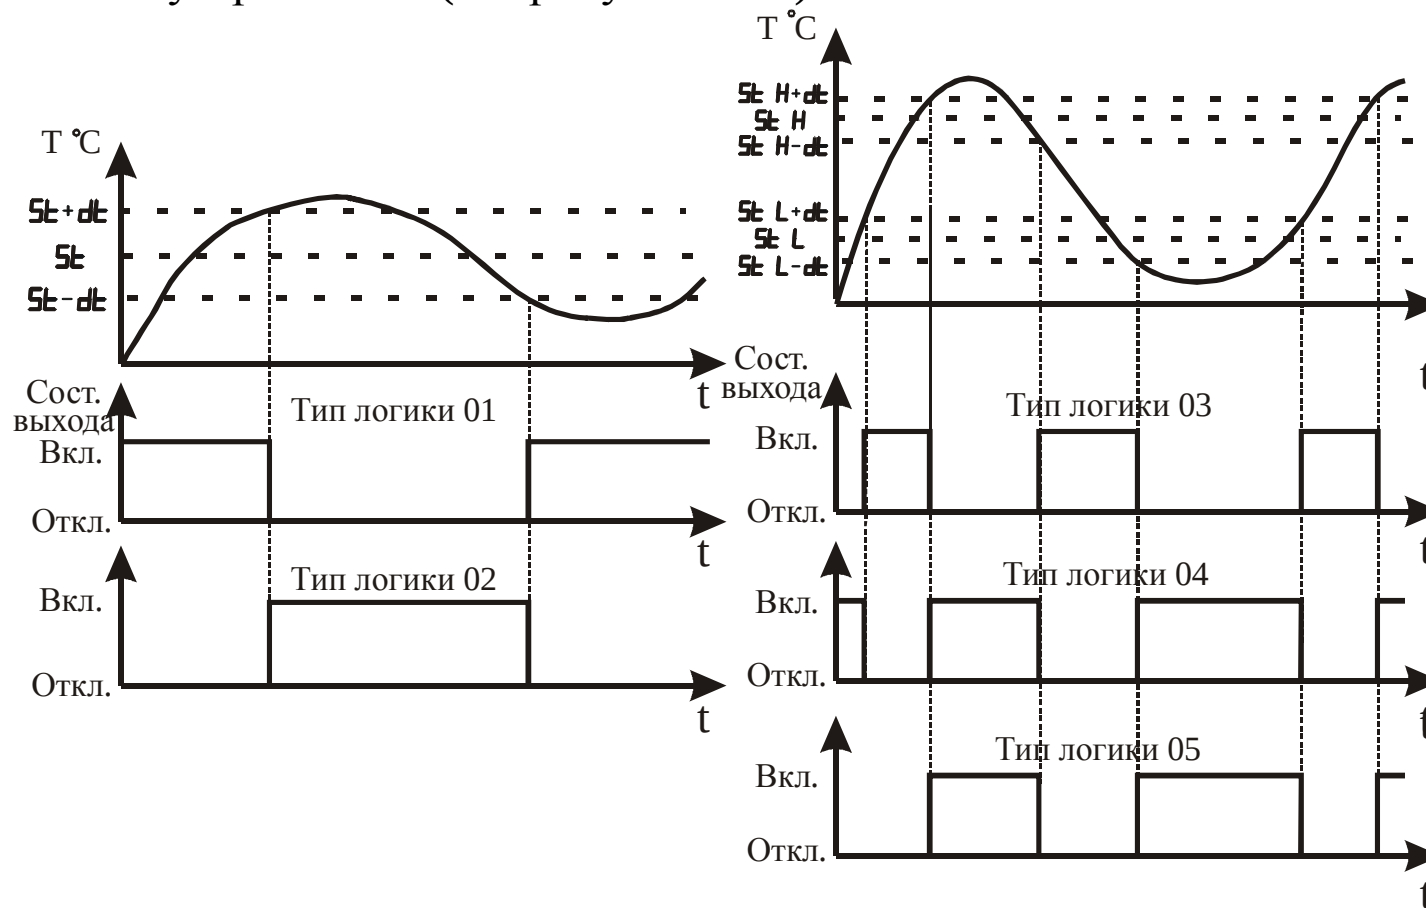

Рисунок 3.18 – Графическое представление типов логики работы выхода
3.3.3.10 Параметр “Тип логики работы прибора” определяет алгоритм управления исполнительным устройством (см. рисунок 3.18).
после первого превышения регулируемой температурой значения $St + dt$ (см. рисунок 3.18).